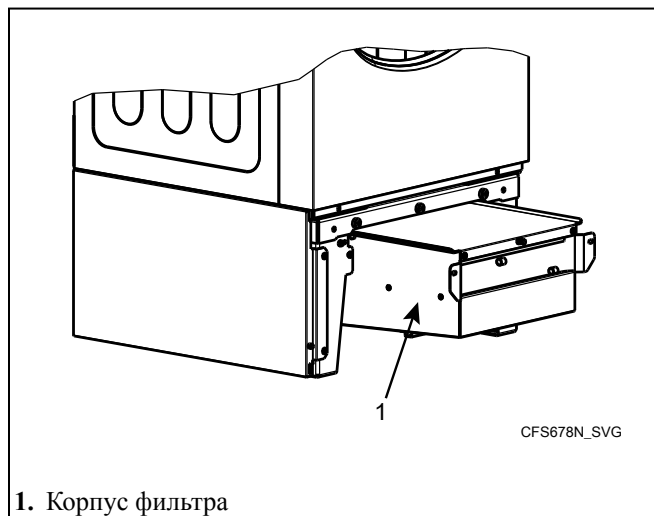

Рис. 50
5. Чтобы извлечь корпус, осторожно выдвиньте его вперед по прямой. См. Рис. 50.